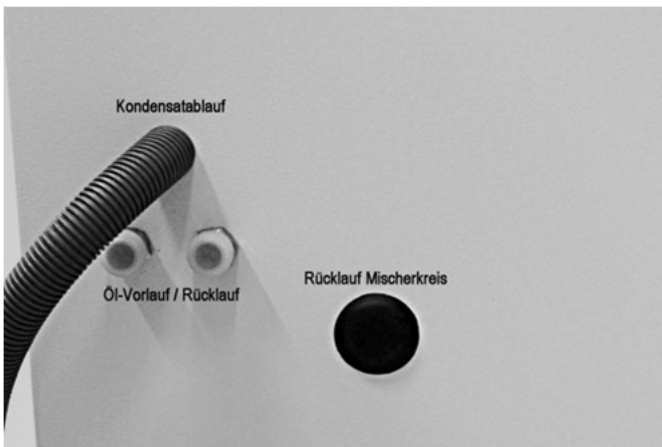

Fig. 7 : Evacuation des condensats
- ➔ Fixez la bague de serrage et le joint selon Fig.7 sur le tuyau des condensats.